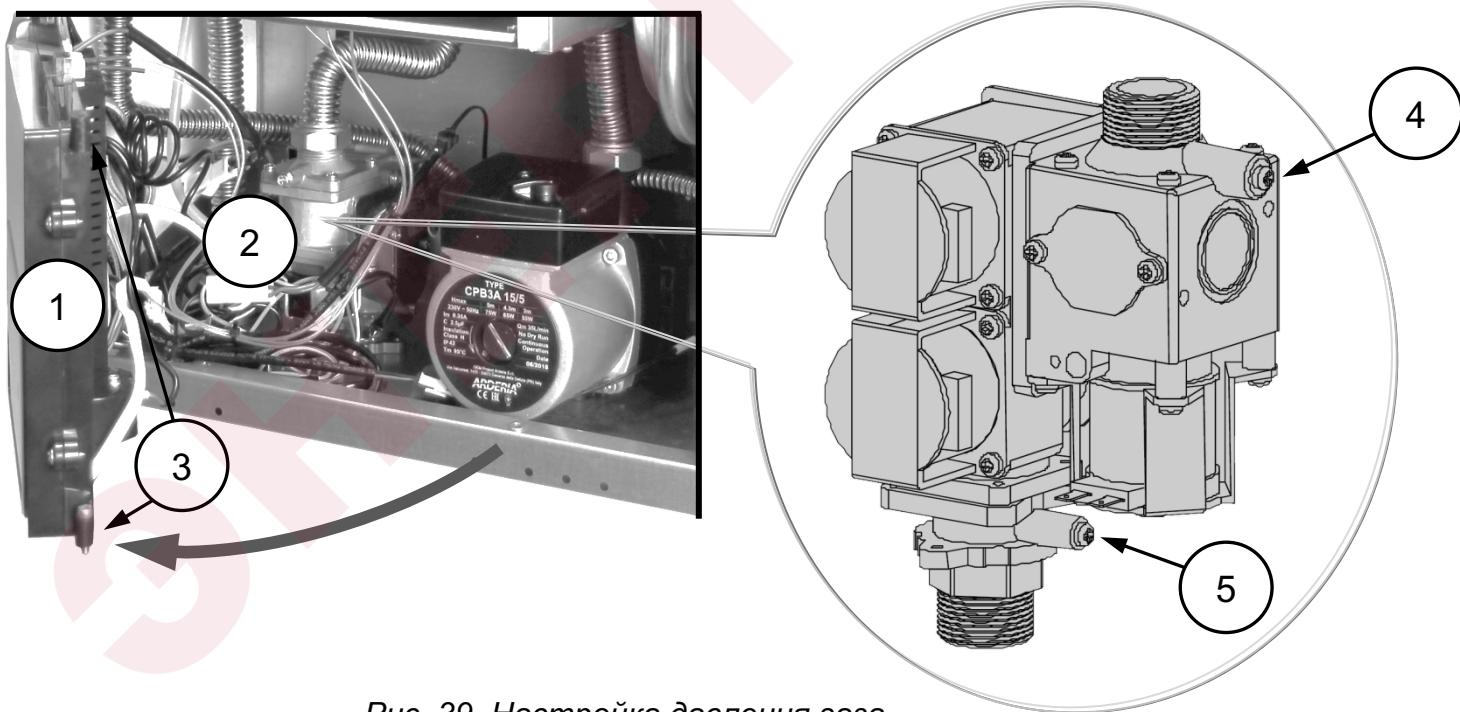

Рис. 39 Настойка давления газа.
3. Выкрутить винты крепления блока контроля и управления котлом (PCB - Power Control Block) с правой стороны (снизу и сверху) и потянуть на себя повернуть блок по часовой стрелке (См. Рис. 39);